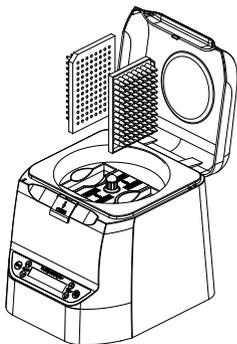

图 1
- (1) 按下盖子按钮，打开盖子，将 2 块微孔板垂直放入离心槽中 (如图 1)。
3. 下压“OPEN”键，打开离心机上盖，放入待离心的耗材，将 2 块微孔板垂直放入离心槽中（如图 1），安装好微孔板后，确保微孔板的方向正确（如图 2）。